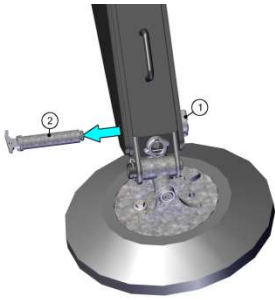

Figure: 36
- Tournez la bague de retenue en plastique 1 vers la droite et retirez la goupille 2 du pied stabilisateur. (voir Figure 36).